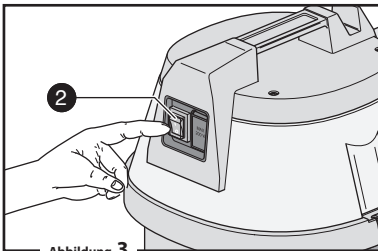

Abbildung 3
Abb. 3: Nachdem man eine korrekte Installation der Apparatur vorgenommen hat, (siehe Kap.6), Durch Druck auf den Hauptschalter (2) den Absauger anstellen. Der Betrieb des Absaugers hängt von dem Sandstrahlen-Apparat ab, wenn dieser angestellt wird tritt auch der Absauger in Betrieb.